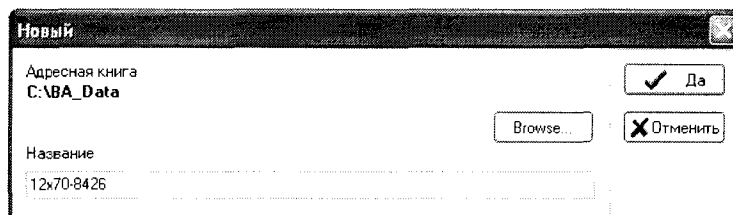

Рис.1 Панель «Новый»
7.3.4.6 В панели «BA Control» выбрать «Файл > Новый» а в панели «Новый» в окне «Название» задать название файла для измерения. Рекомендуемое название файла: калибр – номер ствола, например 1111. Программа БА Контрол автоматически дополнит дату перед названием файла для получения окончательного названия: ГОД-МЕСЯЦ-ДЕНЬ, см. рис.1.